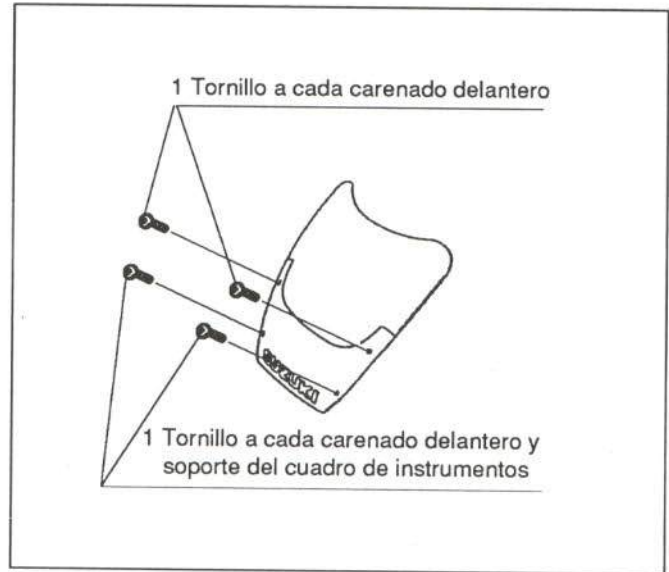

Figura 16.- Unión de la cúpula
Va sujeta a la carrocería de la forma indicada en la figura 16.
- Cúpula (figura 16)